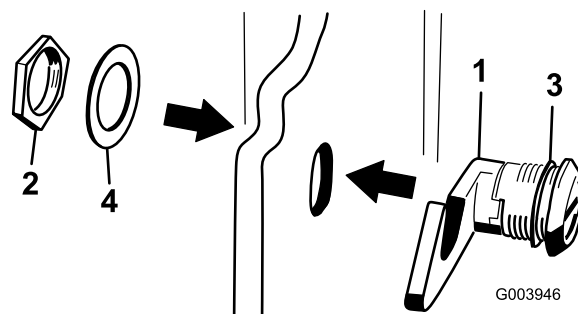

Figura 5
3. Togliete il dado dal gruppo fermo del cofano (Figura 5).
4. Dall'esterno del cofano, inserite il lato gancio del fermo attraverso il foro presente nel cofano e assicuratevi che la rondella di tenuta in gomma rimanga sul lato esterno del cofano (Figura 5).